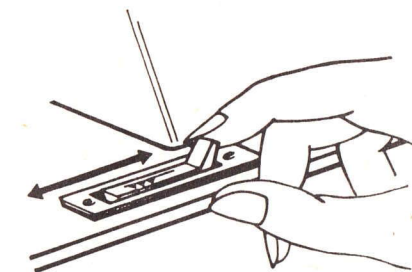

Abb. 21
17. Versenken des Transporteurs (Abb. 21)